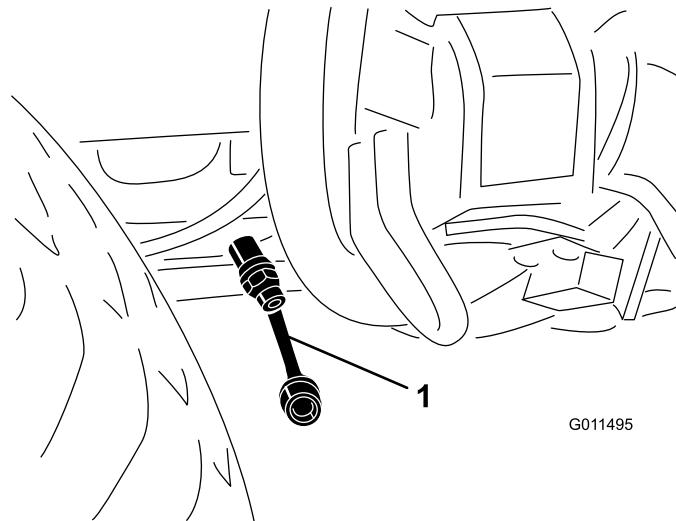
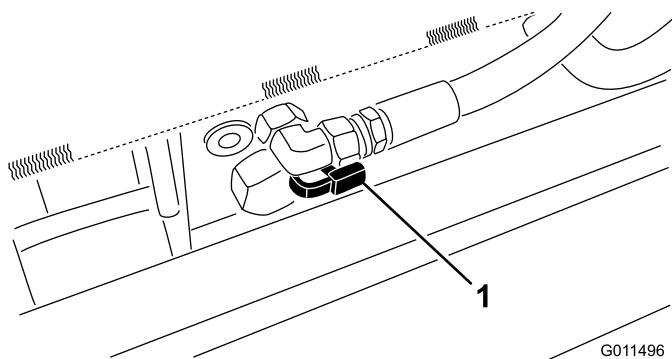

Figure 32
Figure 33
**Important:** S'il est nécessaire de pousser ou de remorquer la machine en marche arrière, le clapet antiretour du collecteur de la transmission intégrale doit aussi être mis en dérivation. Pour ce faire, raccordez un ensemble flexible (Flexible Réf. 95-8843, Raccord 95-0985 [Qté 2] et Raccord hydraulique Réf. 340-77 [Qté 2]) à la prise d'essai de pression de transmission aux roues en marche arrière (Figure 32) et à la prise de pression de la transmission aux 4 roues en marche arrière (Figure 33).